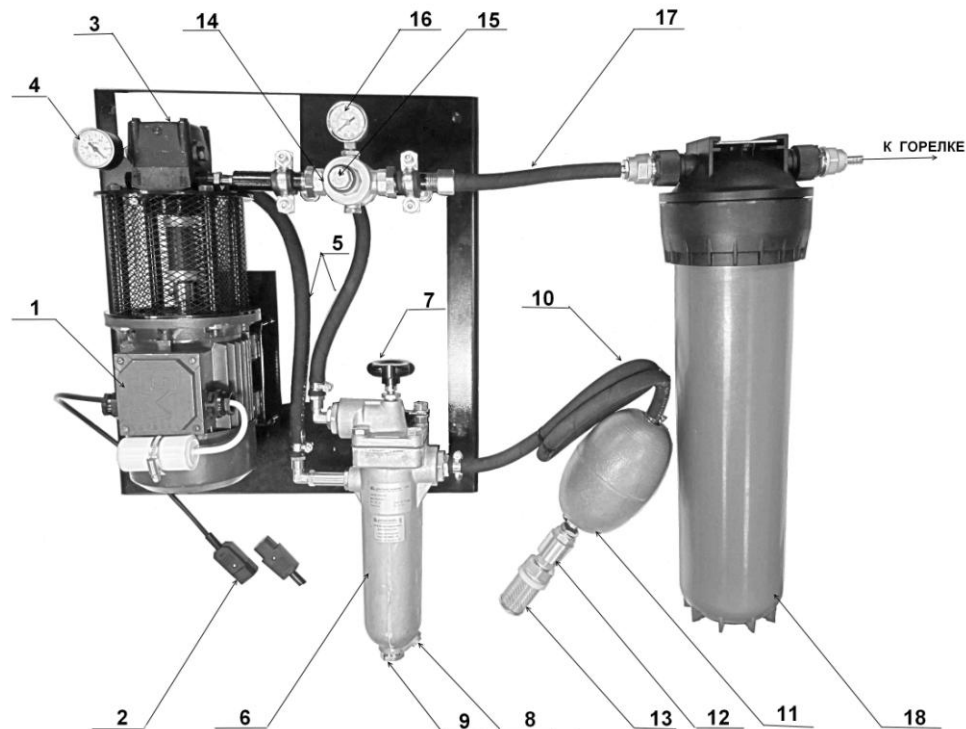
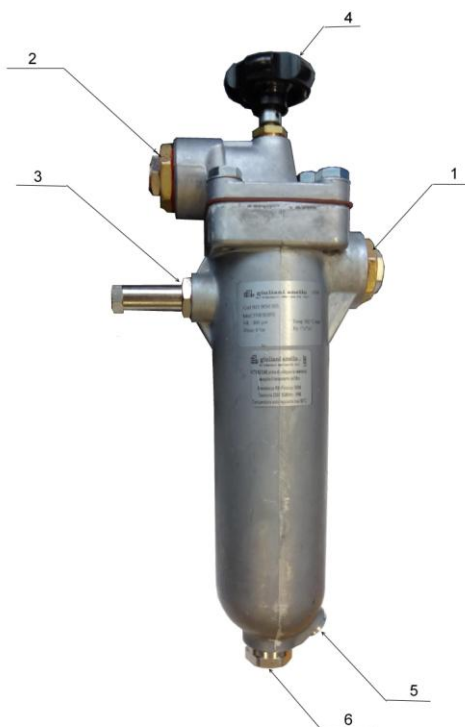
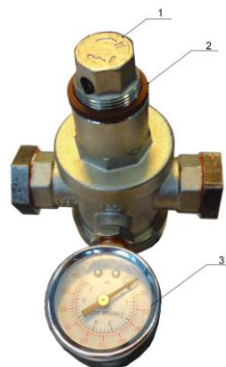

Рис. 15. Блок топливного насоса.
Рис. 16. Самоочищающийся фильтр.
Рис.17. Регулятор давления топлива.
Топливо забирается из расходного бака (*температура топлива не менее +12С*) топливным насосом (Рис.15 поз.3). Проходит через плавающий топливозаборник (Рис.15 поз.10) состоящий из сетчатого фильтра (Рис.15 поз.13), обратного клапана (Рис. 15 поз.12), шлага 2 м и поплавка (Рис.15 поз.11). Затем топливо поступает на патрубок присоединения топливозаборника (Рис.16 поз.1),очищается в самоочищающемся фильтре и через патрубок подачи топлива (Рис.16 поз. 2) поступает в топливный насос (Рис.15 поз.3). Излишки топлива по трубопроводам циркуляции (Рис.15 поз.5) сбрасываются в самоочищающийся фильтр (Рис.16 поз.3). Разряжение на всасе насоса измеряется вакууметром (Рис.15 поз.6). Если разряжение более 0,4 бар произведите очистку сетчатого фильтра (Рис.15 поз.13) и самоочищающегося фильтра (Рис.16) провернув 4-5 раз маховик фильтра (Рис.16 поз 4).
Из насоса (Рис.15 поз.3) топливо подается на регулятор давления топлива (Рис.15 поз.15), для увеличения давления поворачивайте регулировочный винт (Рис.17 поз.1) по часовой стрелке, для уменьшения против часовой. Давление топлива контролируйте по манометру (Рис.17 поз.3). После регулировки, зафиксируйте регулировочный винт (Рис.17 поз.1) контргайкой (Рис.17 поз.2). Давление топлива после регулятора давление должно быть 2-4 бар.
Далее топливо по топливопроводам (Рис.15 поз.17) проходит через фильтр тонкой очистки (Рис.15 поз. 18) и поступает в горелку.
***Ежедневно проворачивайте маховик самоочищающегося фильтра (Рис.16 поз.4) 4-5 раз. Не реже одного раза в неделю сливайте конденсат и отложения, отвернув дренажную заглушку (Рис.16 поз.5, 6)***
При сильном загрязнении фильтра на всасе топливного насоса (Рис.15 поз.13), самоочищающегося фильтра (Рис.16), фильтра топливного насоса (Рис. 20 поз.3), фильтра тонкой очистки (Рис.17 поз.18) возрастает усилие на валу насоса, что ведет к перегреву и выходу из строя электродвигателя и топочного автомата. Для предотвращения данной ситуации в электрическом шкафе горелки (Рис.6 поз.1) установлен автомат с надписью «НАСОС», который при увеличении токовой нагрузки отключит электродвигатель топливного насоса.
***При срабатывании автомата «НАСОС» немедленно произвести чистку фильтра на всасе топливного насоса (Рис.17 поз.13), самоочищающегося фильтра (Рис.16), фильтра топливного насоса (Рис. 20 поз.3), замену картриджа фильтра тонкой очистки (Рис.21 поз.3).***
3.5.2. Заполните топливом всасывающий трубопровод, самоочищающийся фильтр, насос, фильтр тонкой очистки и топливный бак Горелки. Для чего в комплекте топливного насоса предусмотрен кабель с вилкой прямого питания от сети 220 В, соедините кабель с разъемом топливного насоса (Рис.15 поз.2). На топливном баке Горелки есть кран сброса воздуха (Рис. 6 поз. 11). Подключите топливный насос напрямую к сети 220 В и откройте кран сброса воздуха. Когда топливная система заполнится, через шланг начнет стекать масло с пузырьками воздуха. После удаления воздуха закройте кран (Рис. 6 поз. 11) . Питание насоса подключите по постоянной схеме.
- следить за показаниями вакуумметра на топливном насосе. При разрежении минус 0,4 бар необходимо очистить фильтр на входе насоса (Рис. 15 поз 13) и повернуть 5-6 раз маховик самоочищающегося фильтра;
- проворачивать маховик самоочищающегося фильтра (Рис.16 поз.4) 5-6 раз один раз сутки, даже если горелка не эксплуатируется;
- не реже, чем 1 раз в неделю сливать конденсат и грязь из самоочищающегося фильтра, отвернув дренажную заглушку (Рис.15 поз.5)